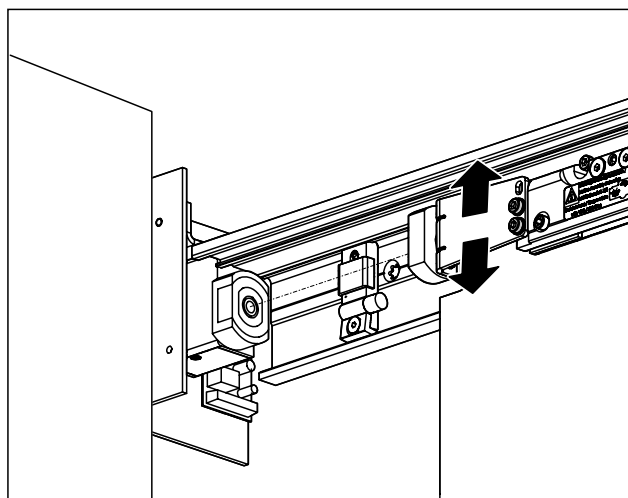

Abb. 12 Sicherstellen, dass der Haftmagnet ausgerichtet ist
- Den Haftmagnet und den Anker genau zueinander ausrichten (Abb. 12).
- Dafür ggf. die Schrauben des Ankerplattenhalters am Rollenwagen lösen und den Ankerplattenhalter vertikal ausrichten (Abb. 12).